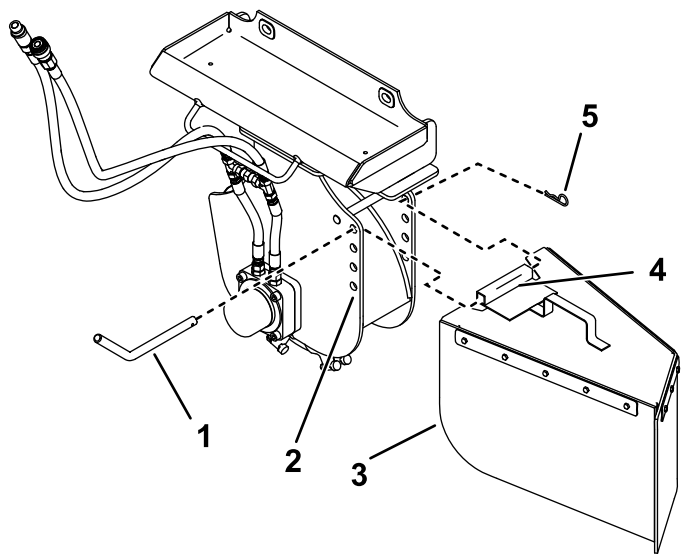

Figura 10
Il trinciaceppi è dotato di 4 serie di fori di montaggio per montare il deflettore per trucioli (Figura 10). Spostate il
1. Posizionate il tubo di montaggio del deflettore tra 2 fori sulla trinciatrice (Figura 10).
2. Infilate il perno del deflettore attraverso i fori sulla trinciatrice e nel tubo di montaggio (Figura 10).
3. Fissate il perno con una coppiglia (Figura 10).